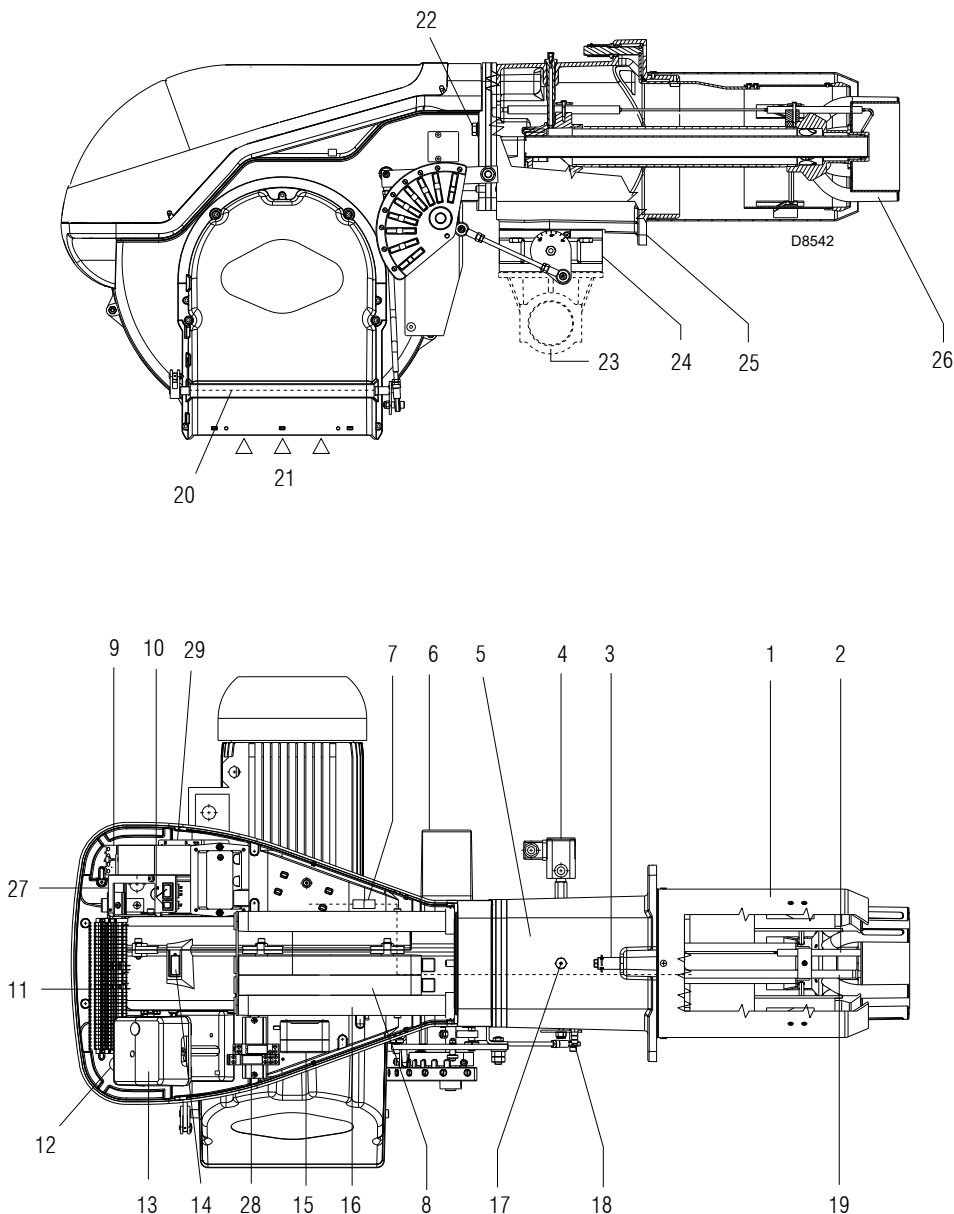

Fig. 7
- Prolunghe per guide 16)(Fig. 7 a pag. 14) (modelli con boccaglio lungo) N.2
Blocco del controllo fiamma: l'accensione del pulsante del controllo fiamma (13)(Fig. 7) avverte che il bruciatore è in blocco. Per sbloccare premere il pulsante.
Blocco motore: per sbloccare premere il pulsante del relè termico (9)(Fig. 7).